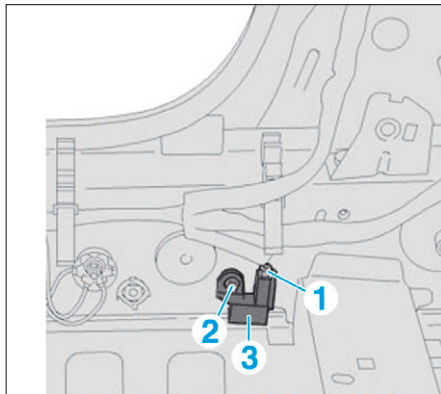

FIG. 7
- Débrancher le connecteur (1) (Fig.7).
- la vis (2),
- le capteur (3).